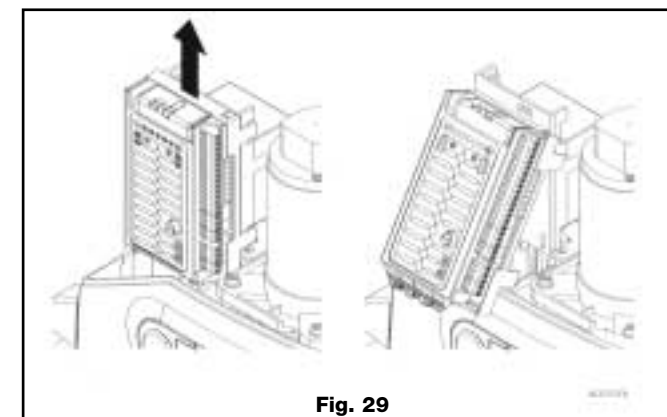

Fig. 29
- a) Retirer l'unité par le haut et en fonction de la longueur des câbles, la poser sur le bord de la base du moto-réducteur (fig. 29) ou bien la tenir dans les mains.